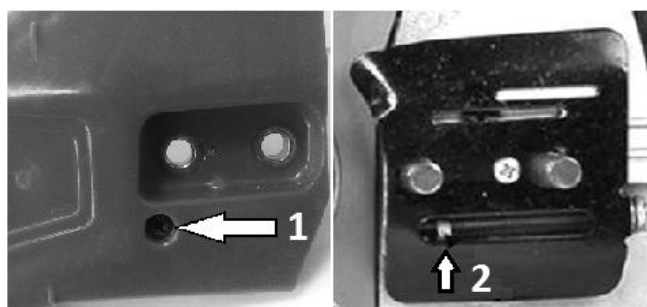

Рис. 3.
С помощью отвертки поверните регулировочный винт (1) против часовой стрелки, пока выравнивающий штифт (2) (выступающий вал) не достигнет своего предельного положения (См. Рис.3).